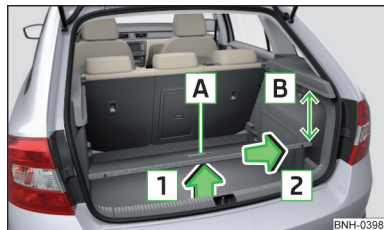

Abb. 87
- › Den variablen Ladeboden am Griff **A** » Abb. 87 fassen.
- Beim Herausnehmen bzw. Einsetzen des variablen Ladebodens ist der Abstand von 15 cm **B** » Abb. 87 unterhalb der Gepäckraumabdeckung einzuhalten - es besteht die Beschädigungsgefahr der Gepäckraumklappendichtung.